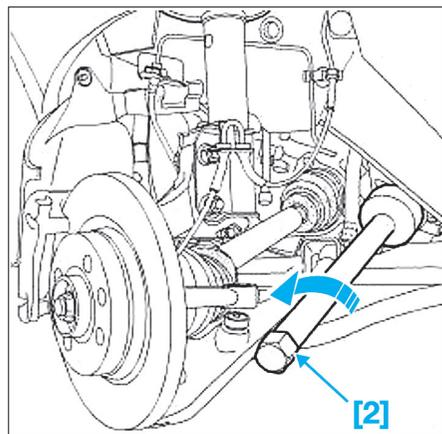

Fig. 6
- [2]. Outil de dépose-repose de la biellette de direction Ø 35 mm à 41 mm (Réf Renault : Dir. 1305-01) (Fig.6).
- Débloquer la biellette à l'aide de l'outil [2] (Fig.6).